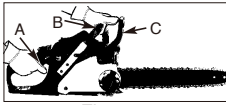

Fig. 10
3. Fatta det bakre handtaget (A) med höger hand (Fig. 10).
4. Håll stadigt i det främre handtaget med vänster hand (B) [inte kedjebromsspaken (C)] (Fig. 10).
5. Kläm gasspärren till 1/3 gas, aktivera genast KEDJEBROMSSPAKEN (C) (Fig. 10).